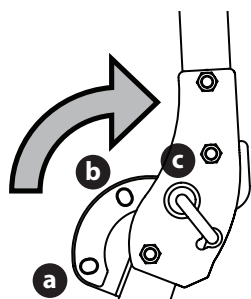

Fig. 5
2. Lorsque les deux goupilles de verrouillage sont bloquées en position de RÉGLAGE, soulevez et tournez lentement la SPRC de la position TRANSPORT (a), au-delà de la position TRANSPORT AVEC DISPOSITIF D'ENSACHAGE (b) et jusqu'à la position FONCTIONNEMENT (c) (Fig. 5).